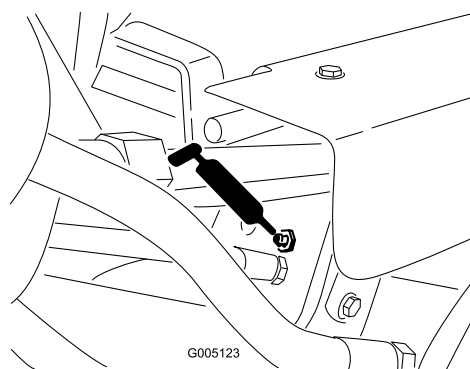

Figure 44
- Vérins de relevage (3) (Figure 44)